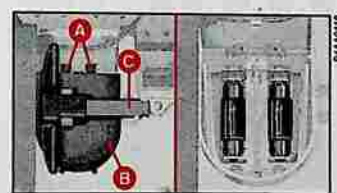

fig. 26
4) Enlever la clé C-fig. 26, pousser sur la languette A et enlever le couvercle B.